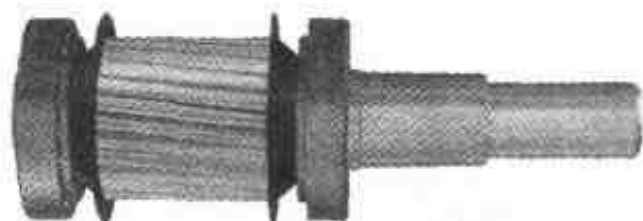

图 3.131 完成高速轴装配
- (4) 单击【无约束装配】工具按钮, 关闭无约束装配操作, 打开【三维球】。
- (5) 按空格键后单独移动三维球。右击中心手柄, 选择【到点】命令, 然后单击齿轮中心点, 再次按下空格键使三维球与轴承组合在一起。
- (6) 应用【镜向】|【拷贝】命令, 生成另一个轴承, 关闭三维球, 结果如图 3.131 所示。